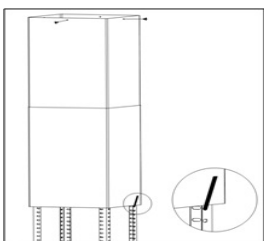

Fig.11
- Encaixar as duas chaminés de inox (superior e inferior) nas cantoneiras já fixadas no suporte de fixação. Fixar a chaminé superior com 4 parafusos no suporte de fixação. A chaminé inferior deverá deslizar até o teto e ficar preso por meio da presilha que acompanha o produto (Fig.11);